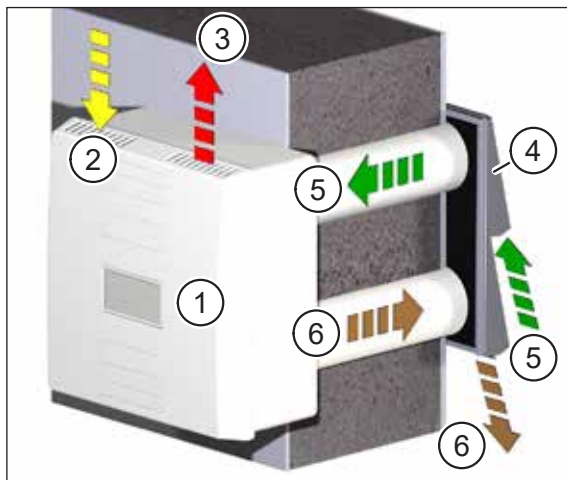
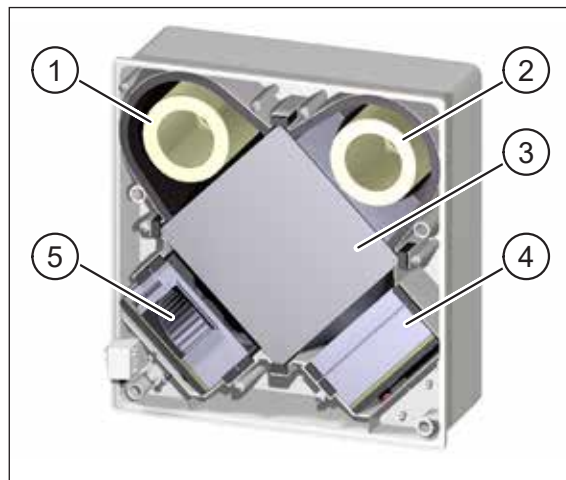

Fig. 8 : Principe de fonctionnement de l'appareil d'aération
Fig. 9 : Composants relatifs au renouvellement de l'air
Pos. dans Fig. 8	Désignation
Pos. dans Fig. 9	Désignation
Les ventilateurs sont agencés côté air fourni et air rejeté. Le ventilateur d'air fourni (pos. 5 dans Fig. 9) achemine l'air neuf (pos. 5 dans Fig. 8) par le biais du filtre d'air neuf (pos. 2 dans Fig. 9) et de l'échangeur thermique à plaques à courant croisé (pos. 3 dans Fig. 9) à l'intérieur, en tant qu'air fourni (pos. 3 dans Fig. 8). Le ventilateur d'air rejeté (pos. 4 dans Fig. 9) aspire l'air repris (pos. 2 dans Fig. 8) de l'intérieur des pièces. L'air repris est épuré dans le filtre d'air repris (pos. 1 dans Fig. 9), guidé à travers l'échangeur thermique à plaques à courant croisé et évacué en tant qu'air rejeté (pos. 6 dans Fig. 8) vers l'extérieur.